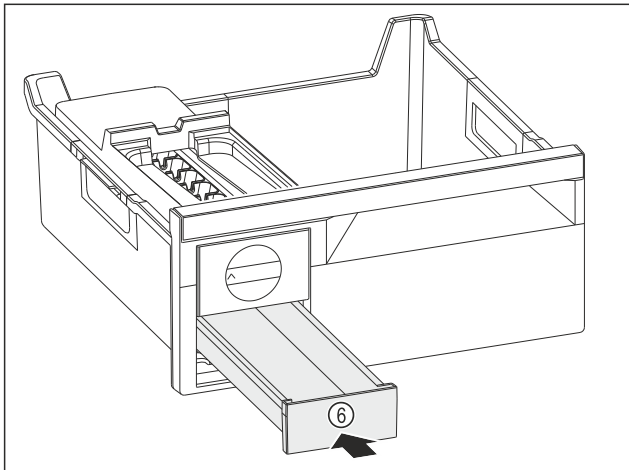

Fig. 117
- ▶ Predal za ledene kocke Fig. 117 (6) potisnite noter.